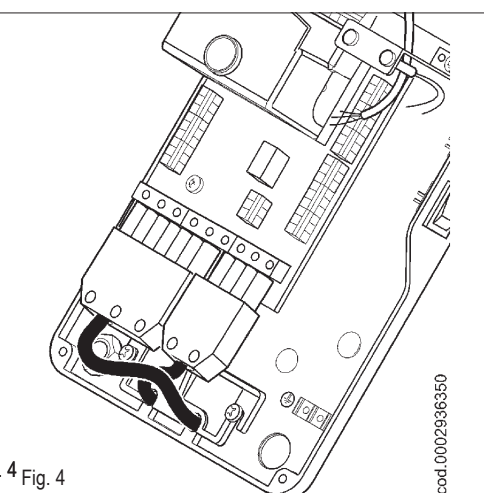

Рис. 4 Fig. 4
- Установите зажимную пластинку, как показано на рисунке 3. Поверните эксцентрик (4) так, чтобы пластинка должным образом надавила на два провода. После этого заверните винты фиксации пластинки. Наконец, соедините 7-штырьковый и 4-штырьковый разъёмы (смотрите рисунок 4).